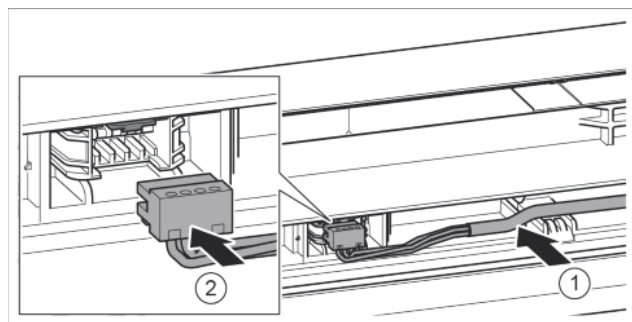

Fig. 43
- Вставить серый кабель в направляющую в верхней двери. Fig. 43 (1)
- Зафиксировать штекер. Fig. 43 (2)